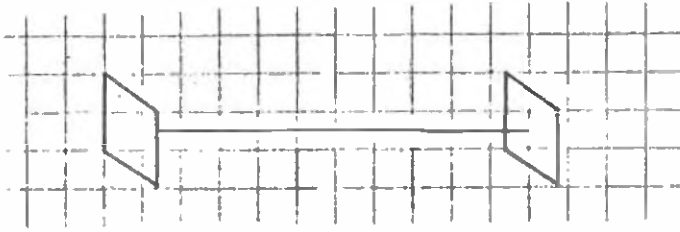
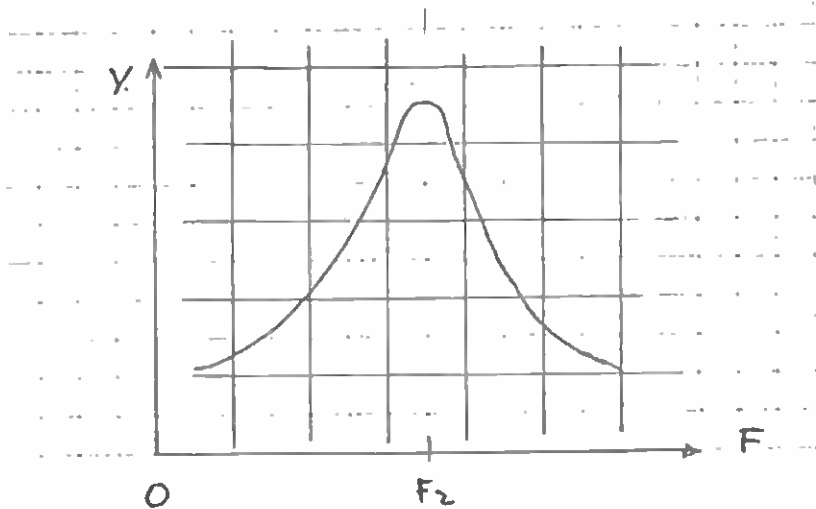

figura 3
figura 4
Procedendo nell'operazione, striamo completamente il filo della bobina, con le due armature che vengono a trovarsi alle estremità, come in figura 3; abbiamo in effetti un dipolo, risonante su frequenza  $f_1$  (maggiore di  $f_1$ ).
L'analogia elettrica tra circuito a costanti concentrate (figura 1) e circuito a costanti distribuite (figura 3) è evidente; in particolare, la curva di risposta è sempre del tipo « a campana », come indicato in figura 4 (a parte la differenza di valore numerico tra  $f_1$  e  $f_2$ ) (ciò risulta anche dai « sacri testi »: vedi S. Malatesta, Elementi di Elettronica e Radiotecnica, volume II, capitolo XIII, pagine 387 e 397).
**Prima domanda:** Il comportamento dell'elemento di figura 1 e di quello in figura 3 non è uguale, malgrado l'analogia accennata sopra; a parte le dimensioni, un dipolo non sarebbe un buon circuito di ingresso per un ricevitore. Quale è questa importante differenza di comportamento?